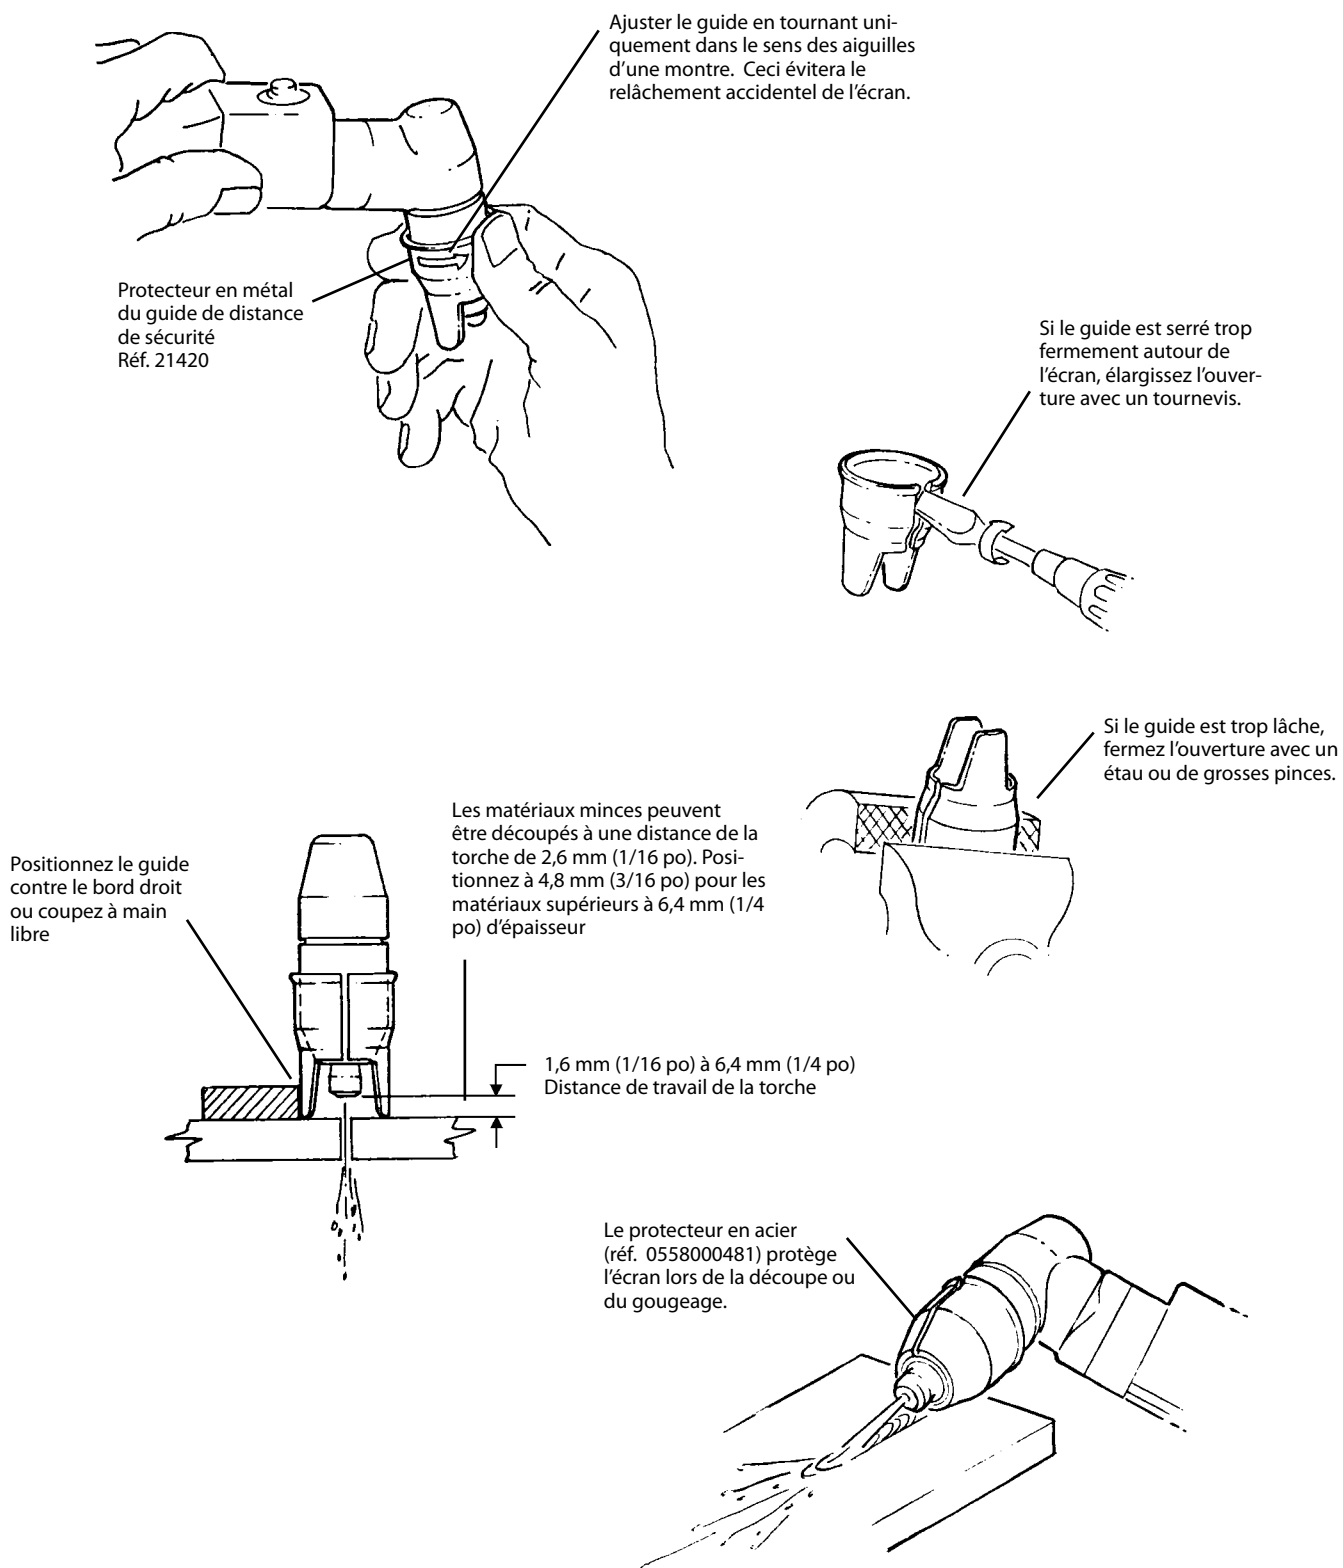

Figure 3-2. Installation et fonctionnement des protecteurs en acier de l'écran thermique
B. Protecteurs en acier (pour augmenter la longévité de l'écran thermique) -- voir la figure 3-2 pour des d'instructions d'installation et de fonctionnement.